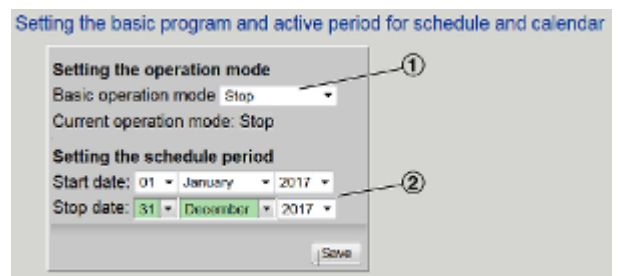

Fig. 41 : Paramétrage d'un "programme de base".
2. ▶ Sélectionner un mode de fonctionnement de base (Fig. 41 /1).
3. ▶ Définir la date de début et la date de fin (Fig. 41 /2) pour la fonction calendrier.